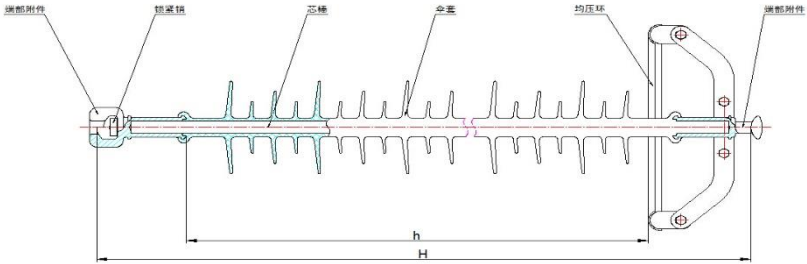
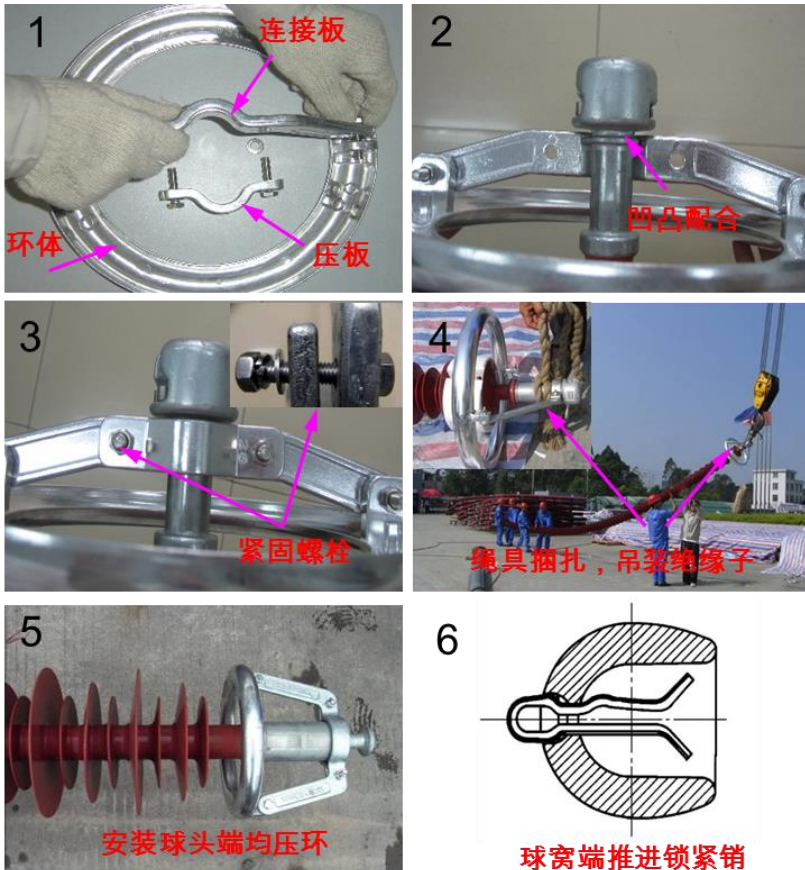

图 1：110kV 复合绝缘子产品总装示意图
图 4：复合绝缘子均压环安装步骤示意图
2、绝缘子带有上、下均压环组，出厂时单独包装。绝缘子安装前，先将均压环安装好，均压装置安装应符合安装图样规定，根据电压等级决定均压环安装方式，详见图 1、2 和 3 所示，禁止装反，对于开口型均压装置，注意两端开口方向一致并朝向负荷侧，详见图 4 所示复合绝缘子均压环安装步骤示意图。
4、正确安装均压装置，注意安装到位，不得装反，详见图 4：复合绝缘子均压环安装步骤示意图。